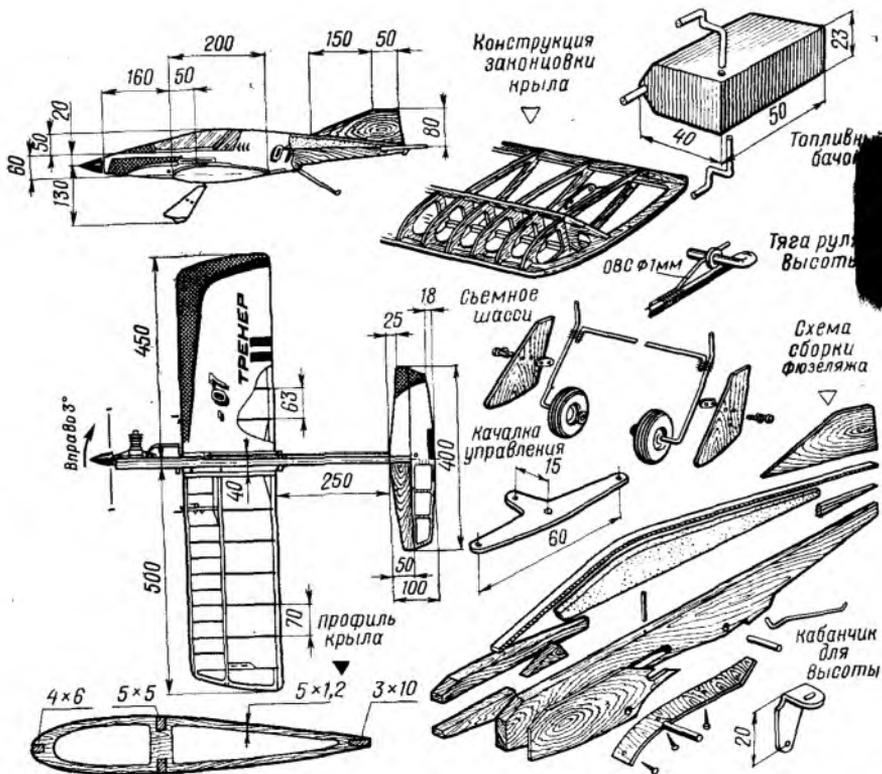

Рис. 34. Учебная пилотажная модель «Тренир»
**Учебная пилотажная модель «Тренер»** (рис. 34) поможет освоить фигуры пилотажного комплекса — прямые и обратные петли, поворот на горке и перевернутый полет (полет «на спине»). Конструк-